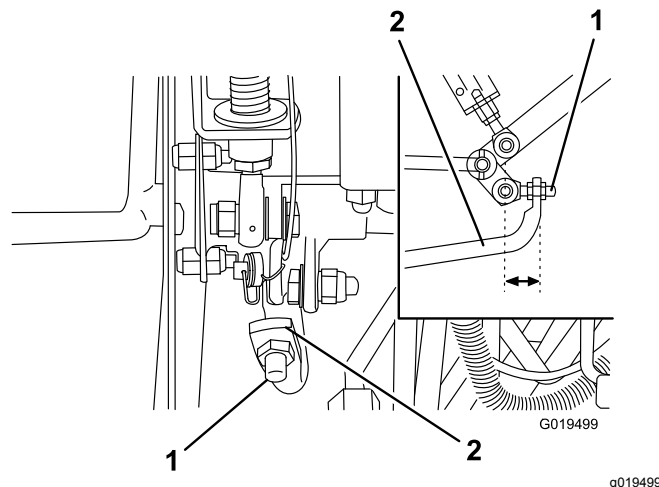

Figure 65
4. Ajustez les écrous de blocage à l'extrémité de la tige de la pompe pour avancer le tube de commande et éliminer le déplacement en marche avant, ou pour reculer le tube et éliminer le déplacement en marche arrière (Figure 65).